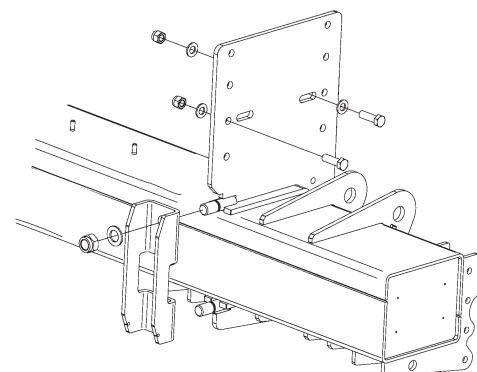

Figure 27. Fixation du profilé en U avec ses rondelles et écrous
8. Disposer le profil U avec ses rondelles et écrous sans les serrer. Visser les écrous de manière alternée jusqu'à ce que le profilé en U soit complètement plaqué contre le cadre, voir Figure 27